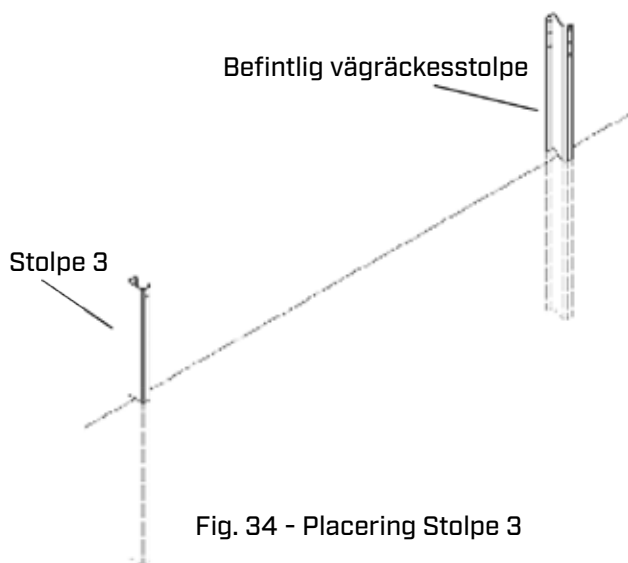

Fig. 34 - Placering Stolpe 3
2.1 Börja med stolpen närmast det befintliga vägräcket, Stolpe 3. Vrid stolpen enligt Fig. 34 [befintlig vägräcket-balk visas inte för tydlighetens skull].